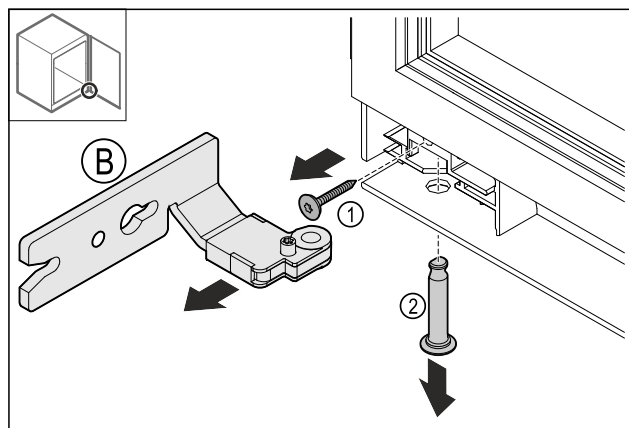

Fig. 16
- ▶ Wyciągnąć śrubę Fig. 16 (1).
- ▶ Wyciągnąć sworznię Fig. 16 (2).
- ▶ Usunąć zawiasy Fig. 16 (B).